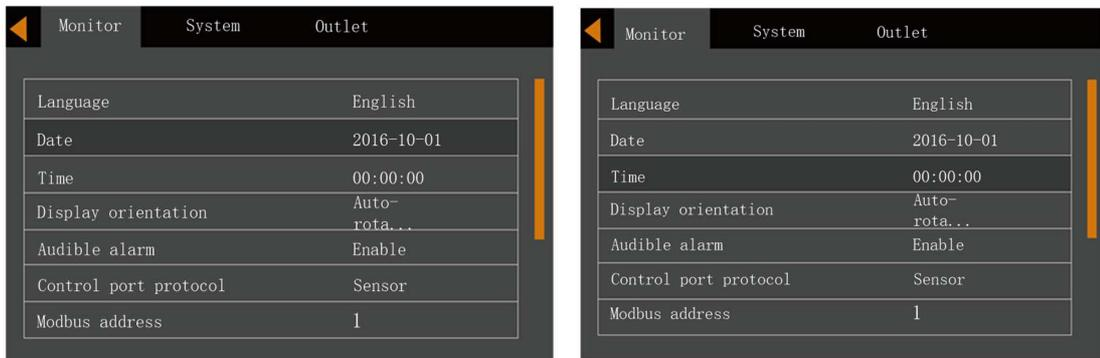

Figura 5-20 Selección de fecha y hora
3. Pulse la tecla , seguida por la tecla  o  para resaltar la fecha y la hora, véase la Figura 5-20.